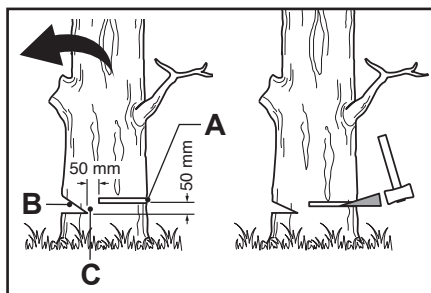

Fig. 27
Entailler le tronc (Fig. 27, B) de 1/3 de son diamètre, perpendiculairement à la direction de chute (Fig. 27). Faire d'abord l'entaille horizontale inférieure. Cela évite tout pincement de la chaîne de la tronçonneuse ou du guide-chaîne lorsque la seconde entaille sera effectuée.
1. Effectuer le trait d'abattage arrière (Fig. 27, A) au moins 50mm au-dessus de la partie horizontale de l'entaille (Fig. 27). Maintenir le trait d'abattage parallèle à l'entaille horizontale. Effectuer le trait d'abattage de sorte qu'il y ait assez de bois pour servir de charnière. La charnière (Fig. 27, C) empêche l'arbre de tourner et de tomber dans la mauvaise direction. Ne pas couper à travers la charnière.